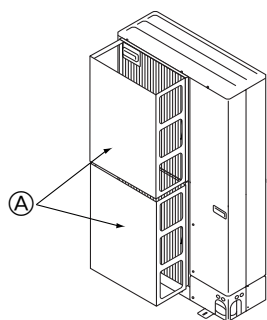

Fig. 2-15
① Установите дополнительный воздуховод выходного отверстия и основной воздуховод, если прибор установлен в месте, где сильный ветер от тайфуна и др. может попадать непосредственно в вентиляционную решетку. (Fig. 2-15)